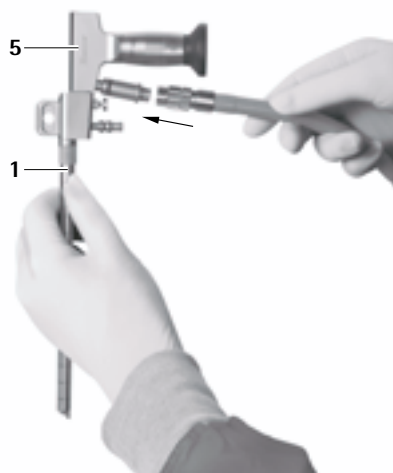

Рис. 3
- Подключить световой кабель и камеру, см. Рис. 3–5.